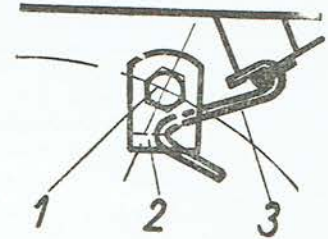

Abb. 147
16. Die Mutter M 10 der Schraube M 10×35, die den Kotflügel an den Flansch der Hinterachsbuchse befestigt, ist abzuschrauben. Auf die Schraube ist der linke Planenhalter (Abb. 147/2) und eine elastische Unterlagscheibe aufzuziehen und mit der Mutter M 10 (Abb. 147/1) ist die Schraube sorgfältig festzuziehen. In gleicher Weise ist bei der Montage des rechten Planenhalters vorzugehen.
17. Die Dichtungsplane ist mit Haken (Abb. 147/3) an die Planenhalter anzuhängen.